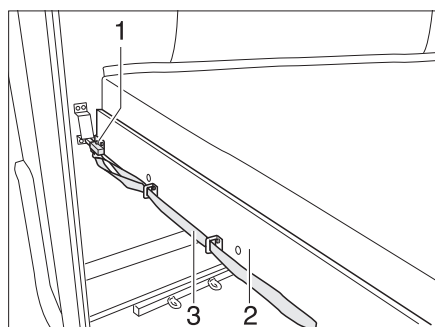

Bild 130 Etagenbett (Heck)
- An der Schlaufe (Bild 130,3) ziehen und den Riegel (Bild 130,1) lösen.
- Den Lattenrost (Bild 130,2) mit der Matratze nach vorn ziehen, bis er einrastet.